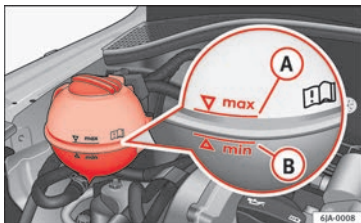

Fig. 207 Vano motor: depósito de líquido refrigerante.
»» **fig. 207.** Con el motor frío, el nivel de líquido refrigerante debe encontrarse entre las marcas **B** (mín.) e **A** (máx.). Con el motor caliente, el nivel puede sobrepasar también ligeramente la marca **A** (máx.).
- Coloque un trapo sobre el tapa del depósito de expansión de líquido refrigerante »» **fig. 207** y desenrosque el tapón con cuidado.
¡No rellene el depósito de líquido refrigerante más allá de la marca **A** (máx.) »» **fig. 207!** El líquido refrigerante excedente es expulsado del sistema de refrigeración al calentarse por la válvula de sobrepresión situada en el